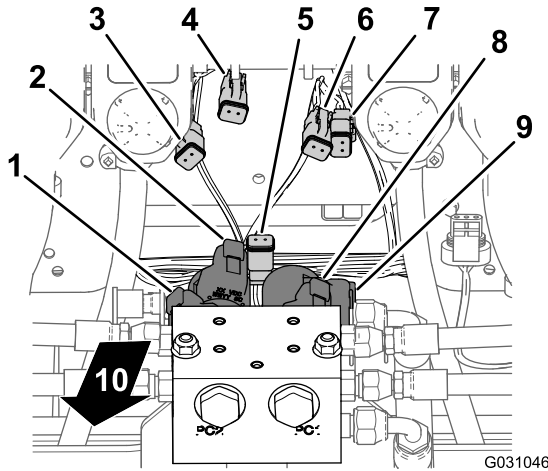
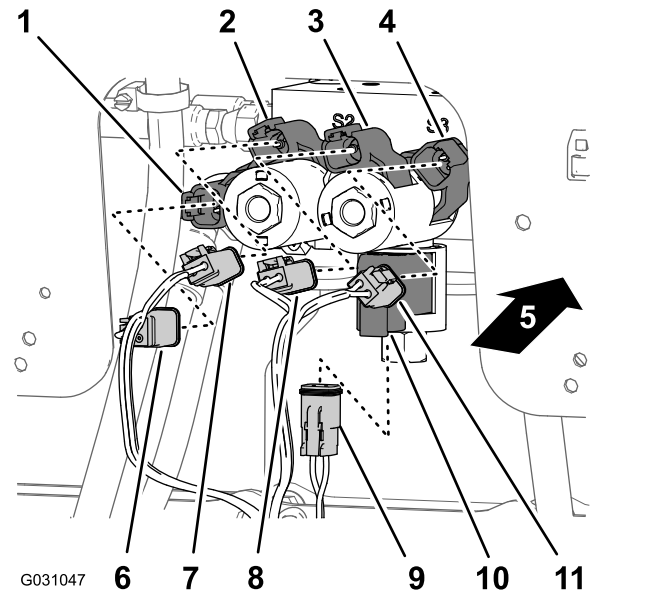

Figure 131
Figure 132
d'activation) au connecteur à 2 broches pour le solénoïde d'activation (Figure 131 et Figure 132).
2. Au niveau du solénoïde inférieur droit, branchez le connecteur à 2 douilles du faisceau arrière identifié par **Right Down** (descente côté droit) au connecteur à 2 broches pour le solénoïde de descente droit (Figure 131 et Figure 132).
3. Au niveau du solénoïde supérieur droit, branchez le connecteur à 2 douilles du faisceau arrière identifié par **Right Up** (levée côté droit) au connecteur à 2 broches pour le solénoïde de levée droit (Figure 131 et Figure 132).
solénoïde de descente gauche (Figure 131 et Figure 132).